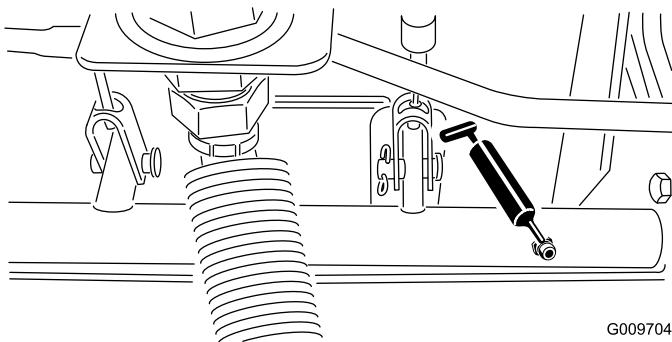

Figura 67
- Cojinetes del pivote del eje de freno (5) (Figura 67)